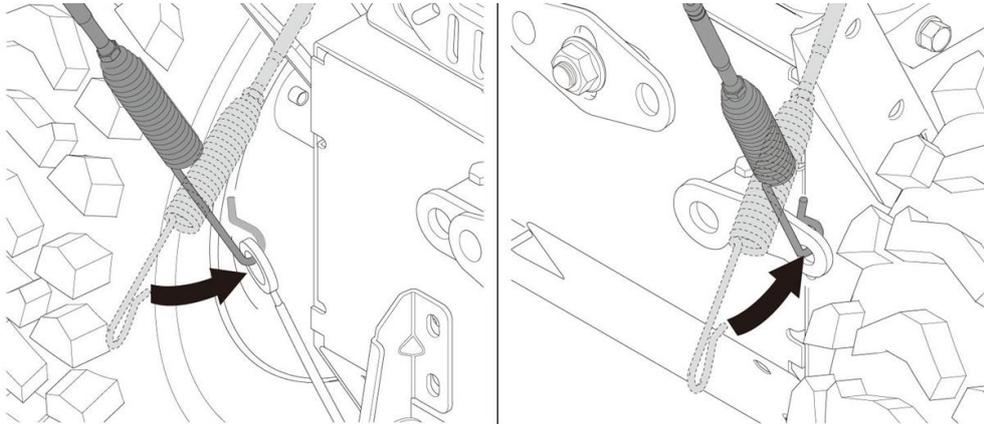

Abb. 2
1. Hängen Sie die beiden Bowdenzüge für den Radantrieb als auch die Kehrwalze entsprechend Abb. 2 ein.